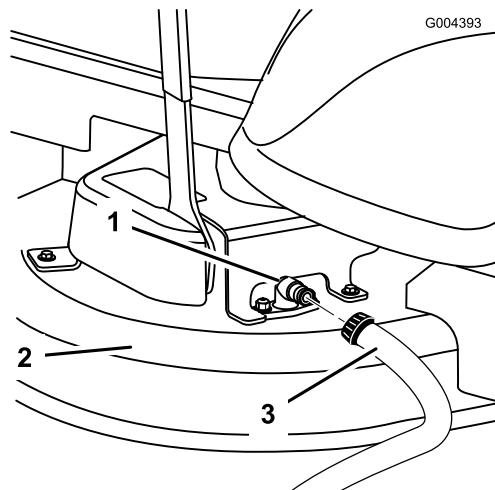

Figure 59
3. Raccordez le flexible à l'embout de lavage du carter de tondeuse et ouvrez l'eau en grand (Figure 59).